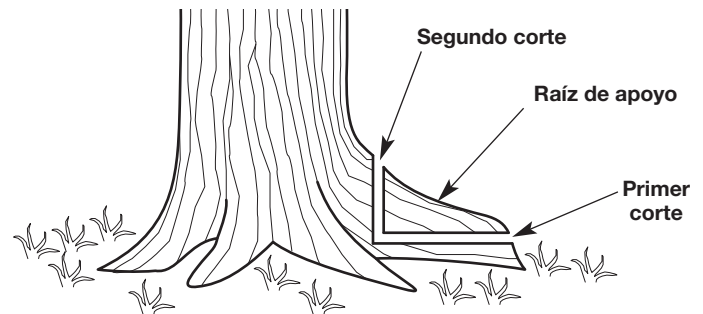

Fig. 16
1. Haga un corte horizontal en la raíz de apoyo (Fig. 16). Para evitar que el peso de la madera comprima la barra guía, siempre haga este corte en primer lugar.
2. Haga un corte vertical en la raíz de apoyo (Fig. 16).